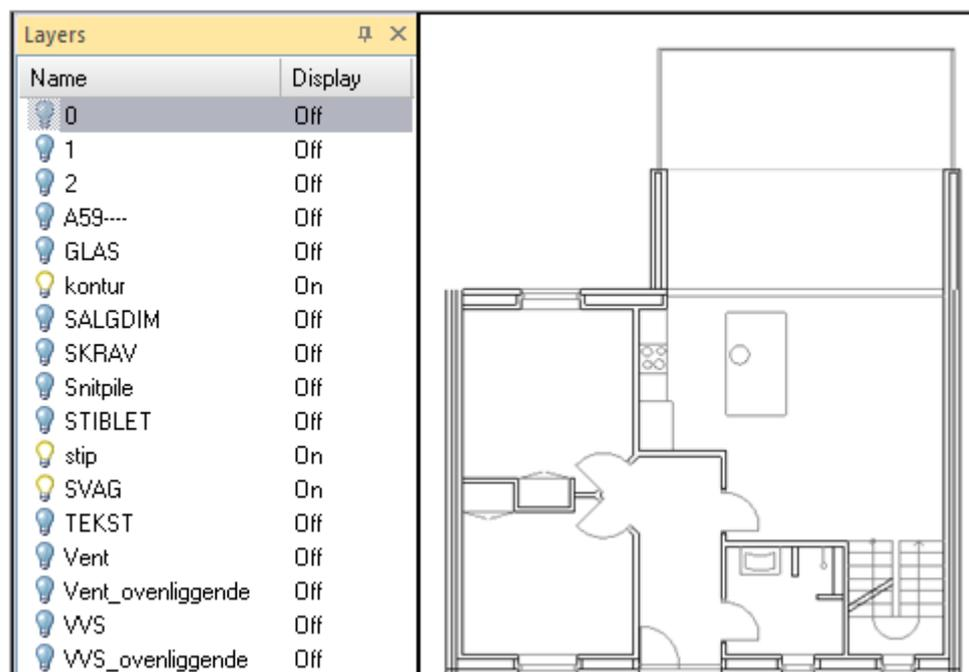

Fig. 8.
- Utilice el panel administrador de capas en la derecha para borrar las gráficas *DWG* de capas innecesarias (el doble clic les apaga y desactiva (Fig. 8)). Usted también puede eliminar algunos elementos directamente seleccionándolos y pulsando la tecla **Eliminar**.